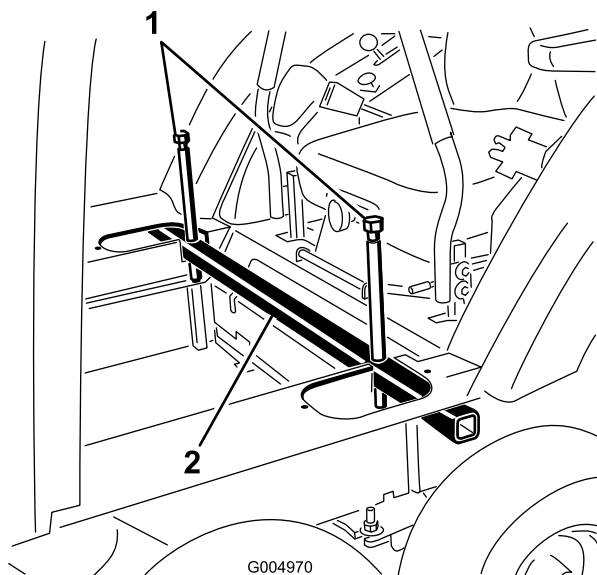

Figura 113
36. Baje la cabina a su posición final aflojando lenta y uniformemente los pernos de elevación en cada lado del tubo de elevación (Figura 113).